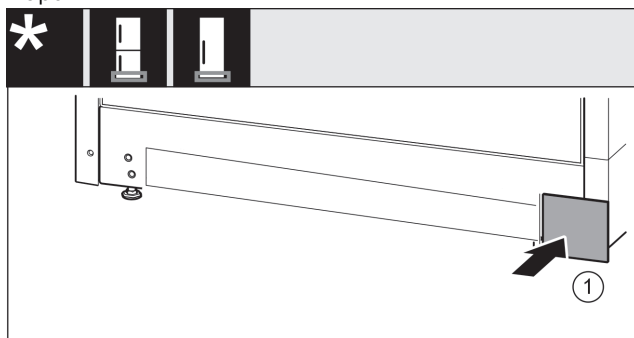

Fig. 45
- Așezați capacul Fig. 45 (1) din nou pe cealaltă parte.